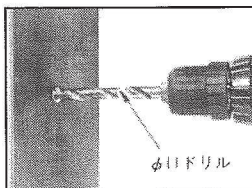

図1
2. 穴あけをおこなう被加工物(軟鋼板を主とし、アルミ板・銅板・黄銅板などにも使用可能です。)に電気ドリルなどによりφ11mmの1次下穴を開けてください。(図1)